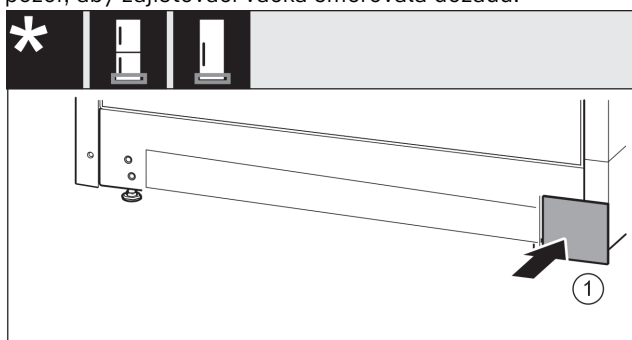

Fig. 30
- Kryt Fig. 30 (1) opět nasadte na druhé straně.